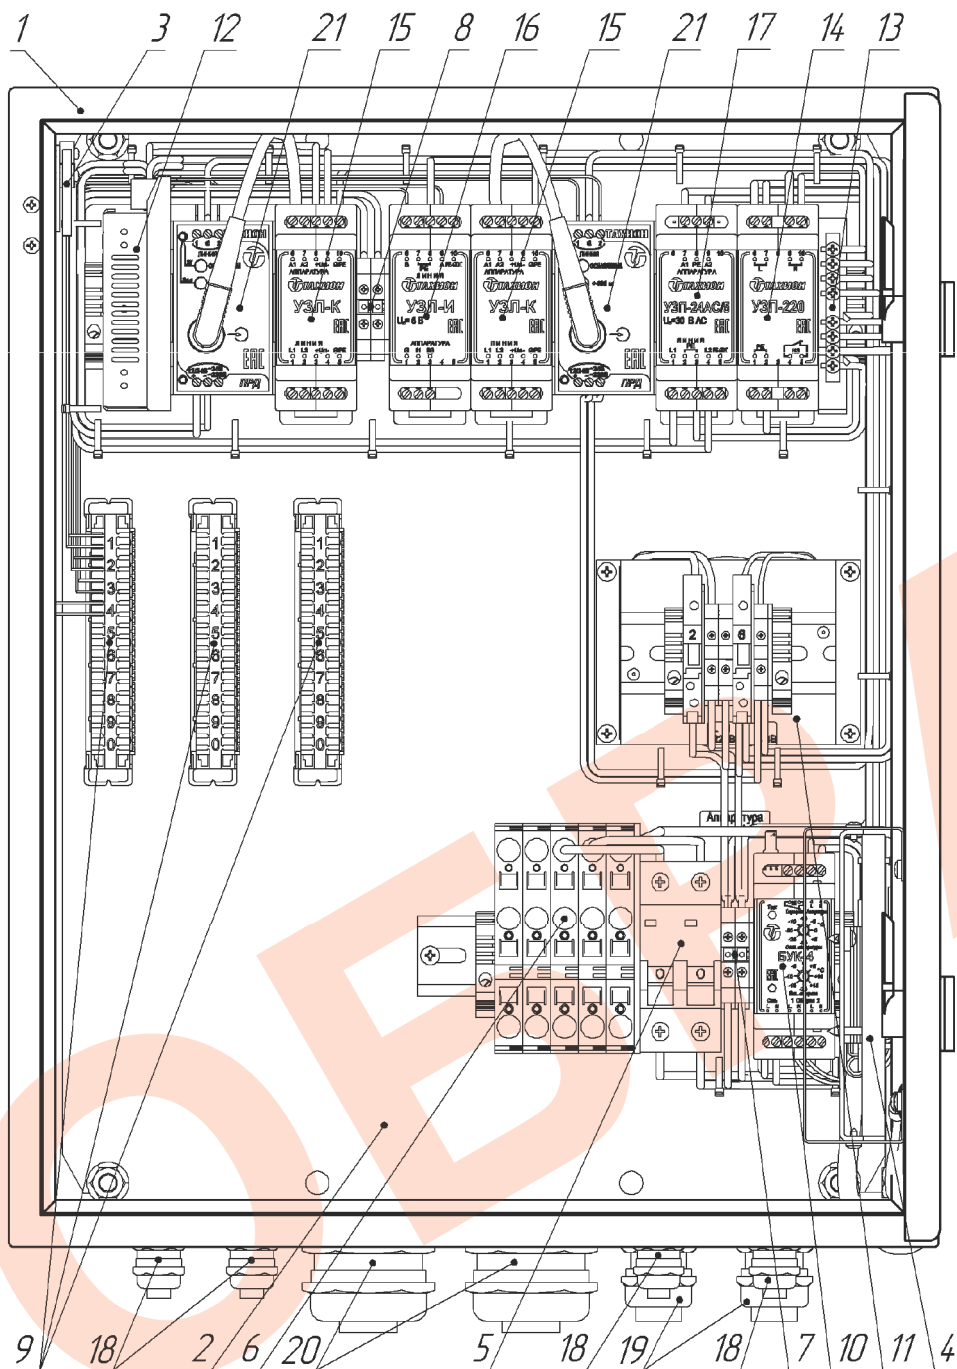

Рис. 2. Устройство термошкафа (дверь открыта на 90°)
- подключить ТБК к УЗЛ-К с помощью кабеля КВК-П-3 и разъема РС-10 согласно схеме (рис.2).